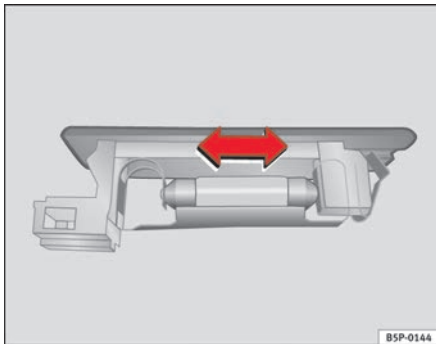

Abb. 175 Gepäckraum-
- Die Lampe zur Seite drücken und aus ihrer Halterung herausnehmen ⇒ Abb. 175.